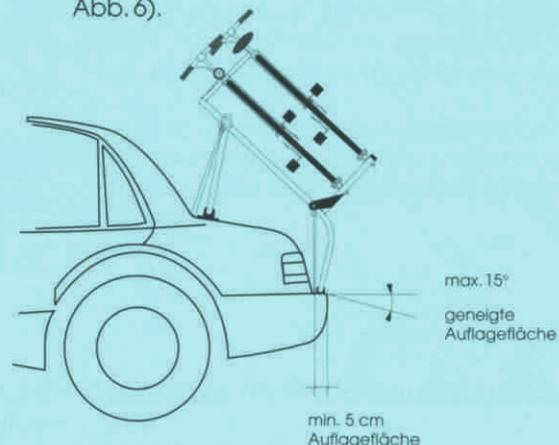

Abb. 6
5. Um den Träger sicher aufstellen zu können, muß die Stoßstange eine mindestens 5 cm breite und darf eine maximal um 15° geneigte Auflagefläche haben (Siehe Abb. 6).